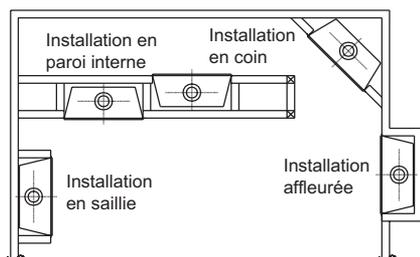

Figure 1 - Emplacements possibles pour l'installation de l'appareil
3. Un emplacement qui ne demande pas de couper les solives ou les chevrons de la toiture rendra l'installation plus facile. La figure 1 donne une vue en plan de quelques emplacements usuels.